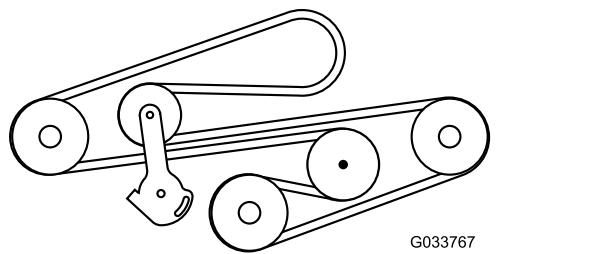

Figura 66
- Montate la cinghia e disponetela come illustrato nella Figura 66.